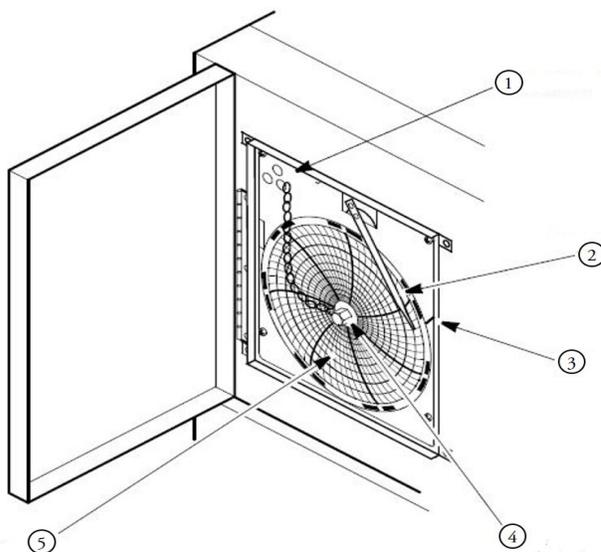

Figura 15. Registrador gráfico
3. Desatornille la tuerca central, retire el papel para gráficas antiguo e instale uno nuevo. Alinee con cuidado el día y la hora con la marca de referencia situada en el panel del registrador (un pequeño surco en el lado izquierdo del panel, como se muestra en la *Figura 15*).